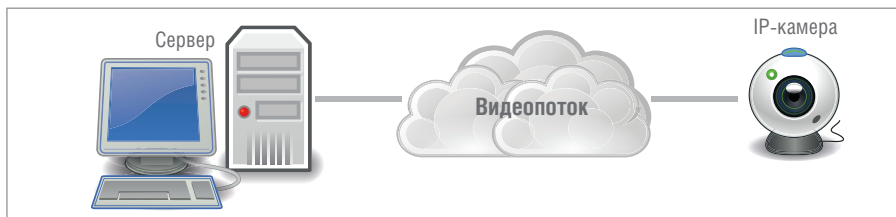

Рис. 2. Вариант анализа видеопотока на сервере
1. Наиболее распространённая схема реализации: IP-камера передаёт видеопоток на сервер, где специализированное программное обеспечение выполняет анализ видеопотока (рис. 2) и сравнение полученных из видеопотока изображений лиц с базой лиц-эталонов.